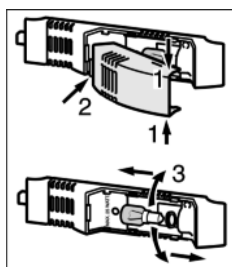

Fig. 17
- ▶ Agarre la cubierta de la lámpara por la parte superior e inferior *Fig. 17 (1)*.
- ▶ Desenganche y desenganche por la parte trasera *Fig. 17 (2)* la cubierta de la lámpara.
- ▶ Sustituya la bombilla *Fig. 17 (3)*.